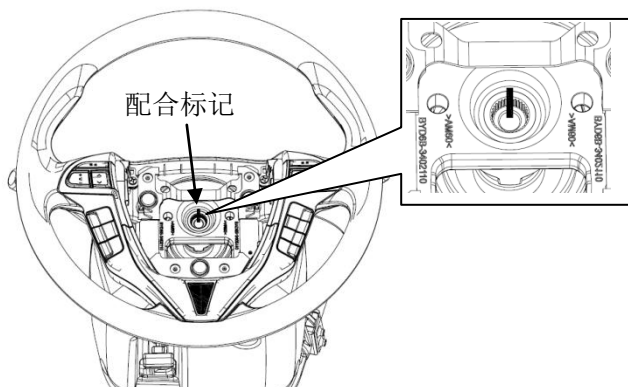

图4-4
③在转向盘总成和转向管柱总成的转向轴上做好配合标记，如图4-4所示。
④使用专用工具，拆下转向盘总成。